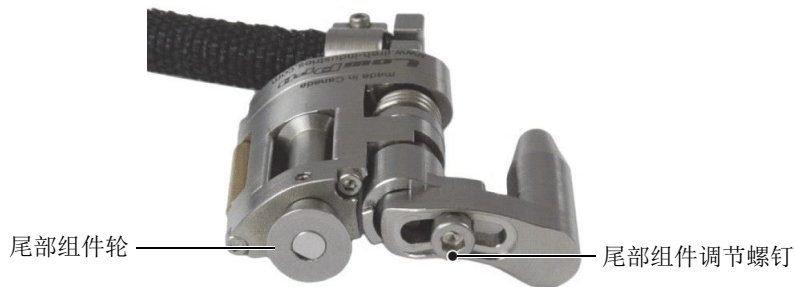

图 2-7 尾部组件调节螺钉
- a) 拧松尾部组件调节螺钉（参见第 24 页的图 2-7）大约半圈，以使长度调节接合部件自由滑动。